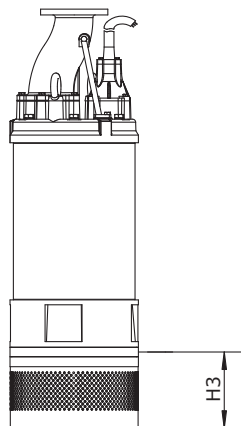

Рис. 6 Минимальный уровень воды
См. Рис. 6.
3. Если насос подключен правильно, рывок будет в сторону, противоположную правильному направлению вращения. См. рис. 6.